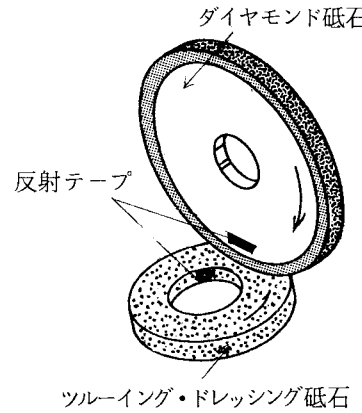

図2-9 回転数検出用の反射テープを貼る
- ① ダイヤモンド砥石の側面，ツルーイング砥石の内側に回転数検出用の反射テープを貼る（図2-9）。